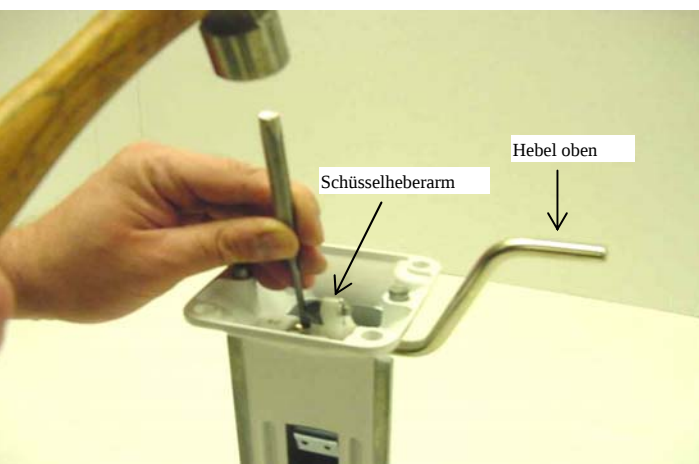
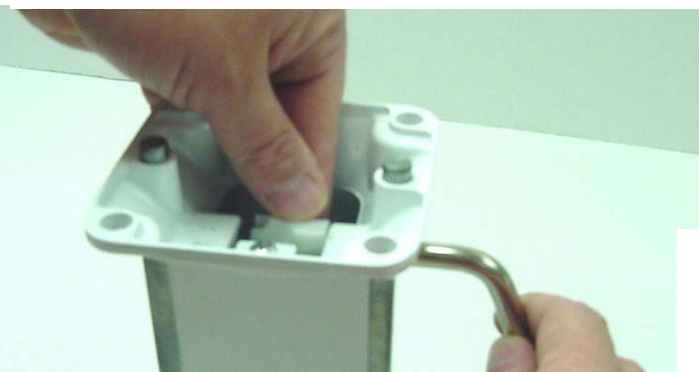

Abb. 89: Spann-/Rollstift zum Ausbau des Schlüsselheberarms austreiben.
Abb. 90: Nach Entfernen des Spannstifts Schlüsselhebergriff herausziehen.
G. Zum Einbau eines neuen Schlüsselheberarms den Spann-/Rollstift austreiben (Abb. 89). Danach Schlüsselhebergriff herausziehen (Abb. 90). Nun können Schlüsselheberarm und Mechanik entnommen werden.